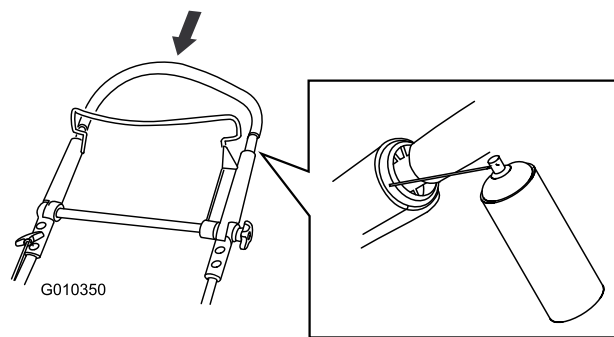

Figura 43
2. Spingete completamente verso il basso la sezione superiore della stegola e spruzzate il prodotto sulla superficie interna di plastica della parte esterna della stegola (Figura 43).